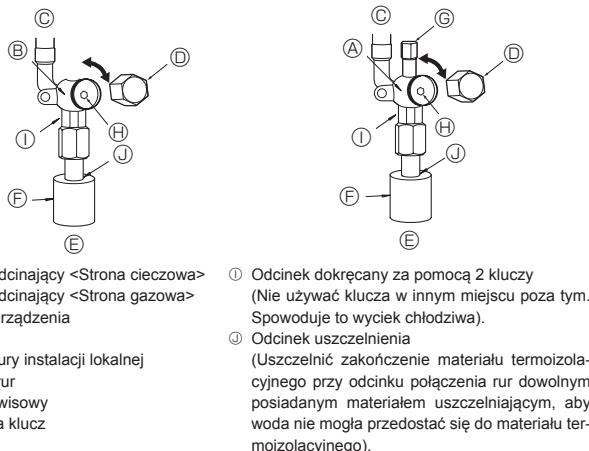

Fig. 4-4
- ① Wykonać połączenia rur czynnika chłodniczego przy jednostce wewnętrznej/ewnętrznej, kiedy zawór odcinający jednostki zewnętrznej jest całkowicie zamknięty.
- ② Używając podciśnienia, usunąć powietrze z jednostki wewnętrznej i rur połączonych.
- ③ Po podłączeniu rur czynnika chłodniczego należy sprawdzić, czy z rur połączonych i jednostki wewnętrznej nie wycieka gaz. (Patrz punkt 4.4. Metoda testowania szczelności rur czynnika chłodniczego)
- ④ Do utrzymania podciśnienia przez odpowiedni czas (co najmniej jedną godzinę po osiągnięciu ~101 kPa (5 Tr) w celu osuszenia próżniowego wnętrza rur, do portu serwisowego zaworu odcinającego podłącza się pompę próżniową o dużej wydajności. Zawsze należy sprawdzać stopień próżni na przyłączu manometru. Jeśli wnętrze rury pozostanie wilgotne, czasami nie udaje się osiągnąć stopnia próżni po krótkim zastosowaniu podciśnienia. Po osuszaniu próżniowego należy całkowicie otworzyć zawory odcinające (cieczowy i gazowy) jednostki zewnętrznej. To całkowicie połączy obiegi czynnika chłodniczego jednostki wewnętrznej i zewnętrznej.
- ⑤ Uszczelić szczelniem zakończenia termoizolacji wokół odcinków połączenia rur, aby woda nie mogła przedostać się do termoizolacji.
4.4. Metoda testowania szczelności rur czynnika chłodniczego (Fig. 4-4)